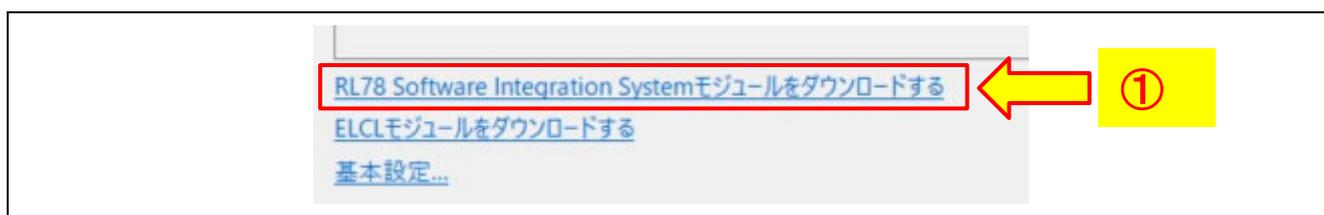
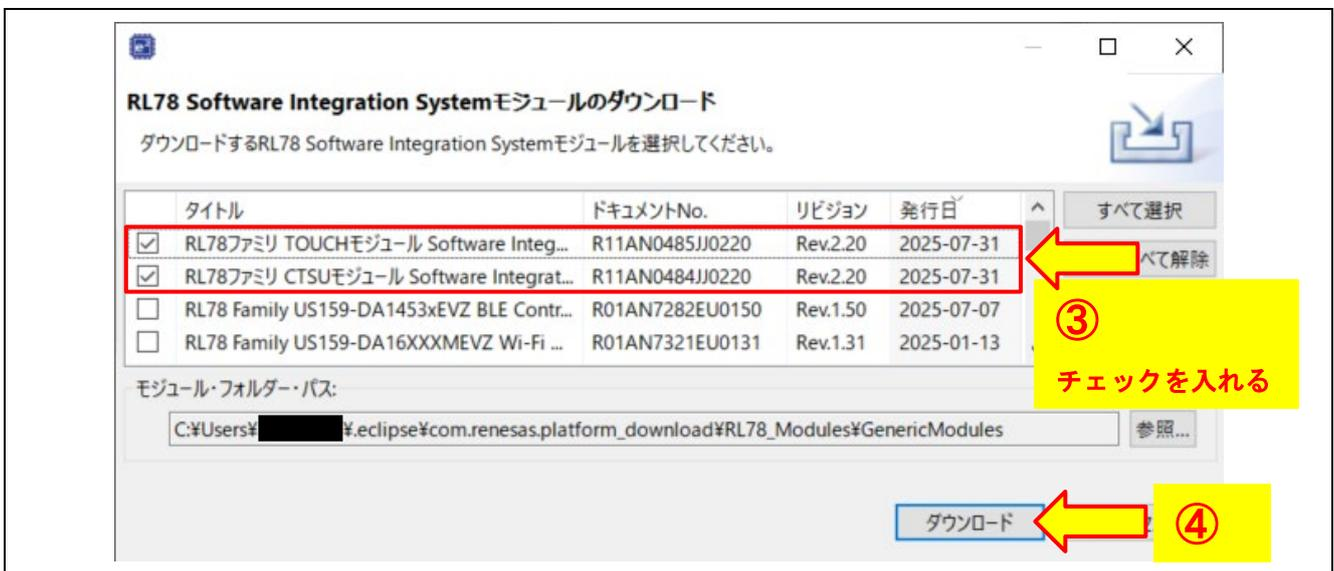

図 6-12 SIS モジュールのダウンロードリンク
図 6-14 SIS モジュールのダウンロード
10. タッチ機能の SIS (Software Integration System) モジュールを初めて使用する場合は、図 6-12～図 6-14 の①～④の手順でダウンロードしてください。すでにダウンロード済みの場合、この操作は不要です。